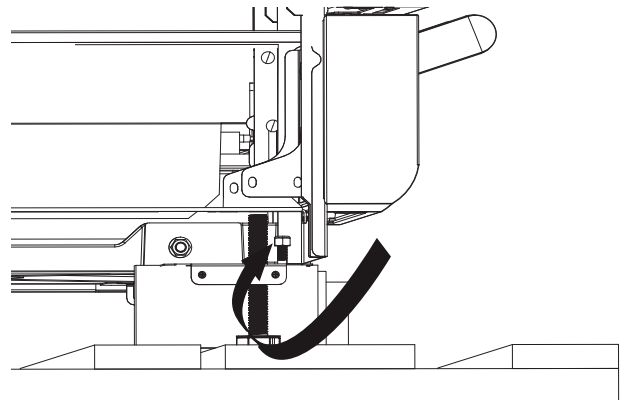

Figura 8: Quite la tuerca del cajón calentador situada en la plataforma de expedición
- Modelos PRDS48JDSGU/C: Para tener acceso a los pernos de la plataforma de expedición situados debajo del cajón calentador, alcance la tuerca detrás y sobre la estructura del aparato y sujétela con una llave de 1/2 pulg. (vea la Figura 8). Use otra llave para aflojar la tuerca situada abajo. NO quite el cajón calentador.